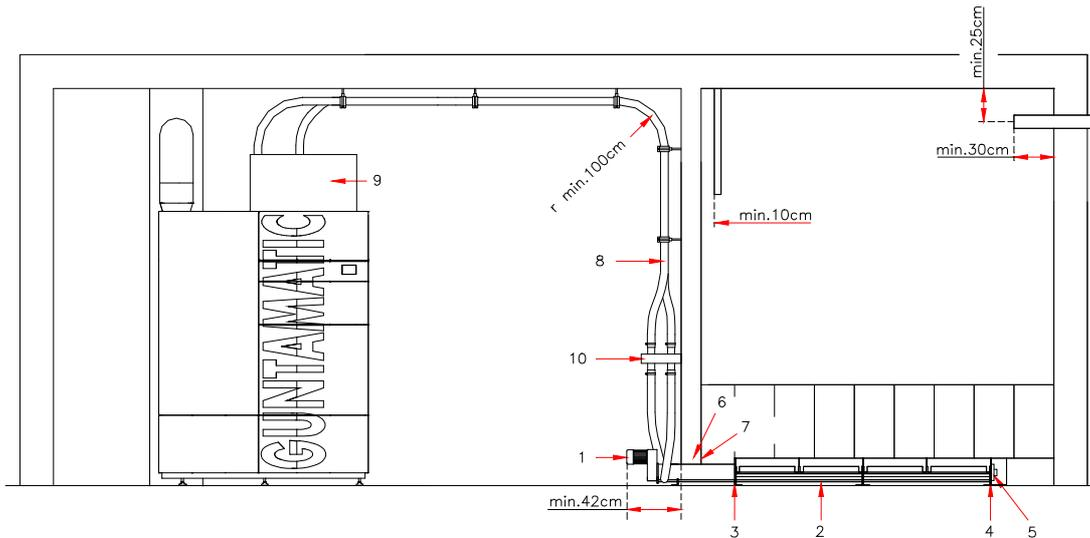

Fig:2
1. Guider l'unité d'entraînement (1) Fig. 2 de la vis de décharge à travers l'ouverture dans le mur du local de stockage.
2. En fonction de la longueur de la vis sans fin, poussez les sections de la vis sans fin avec l'auge (2) Fig. 2 depuis le local de stockage sur l'unité d'entraînement (1) Fig. 2. Assemblez les morceaux d'escargot de manière à ce que la pente de l'escargot continue de s'affleurer. Serrer ensuite la bride de raccordement des auges à l'aide des vis M 8 x 30 (3) Fig. 2 et des rondelles frein. Assurez-vous que les bacs à vis sont vissés à l'intérieur sans joint. Visser le flasque (4) Fig. 2 avec le palier à l'extrémité de la vis de refoulement.
3. Desserrez les vis sans fin (5) Fig. 2 sur le roulement et poussez la vis sans fin vers l'unité d'entraînement jusqu'en butée, puis resserrez les vis sans fin.
5. Disposer la vis sans fin montée de manière à ce qu'au moins une longueur de 42 cm (voir Fig. 2) de l'unité d'entraînement sorte du mur du local de stockage.
6. Remplir la traversée du mur (pos.6) Fig.2 autour de l'auge, avec de la laine de roche. Recouvrir l'ouverture avec les plaques de recouvrement livrée (pos.7) Fig.2, du côté gauche et droit du mur.
1. Les tuyaux d'aspiration (8) Fig.2 du module de chauffage (9) Fig.2 à l'interrupteur de carburant (10) doivent être acheminés dans des rayons généreux (au moins 100 cm) et connectés à l'interrupteur de carburant. Un tuyau d'air d'aspiration et de retour chacun, également dans des rayons généreux, doit être acheminé de chaque vis de refoulement vers l'interrupteur de carburant et connecté à celui-ci.